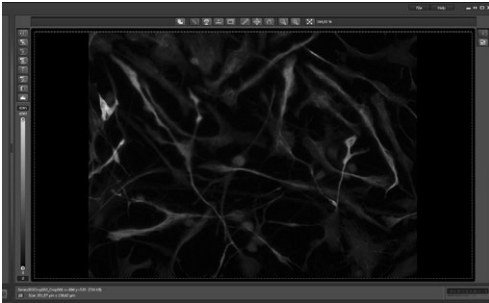

Abb. 33: Aufnahmeabbildung im Ansichtsfenster
- Nun sehen Sie im Ansichtsfenster **Viewer** das Live-Bild auf Ihrem Bildschirm (siehe Abb. 33).